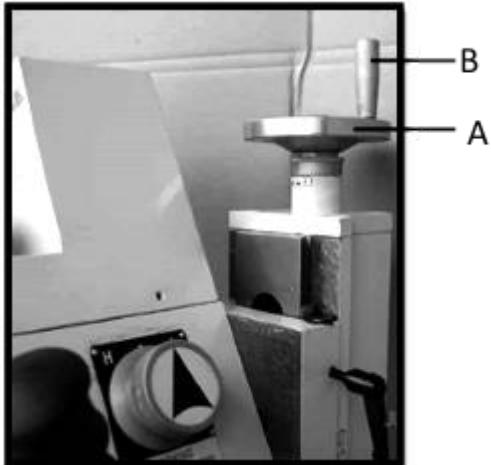

Рис.2
- Прикрутите рукоятку (B, Рис.2) к маховику (A,Рис.2) и затяните ее.